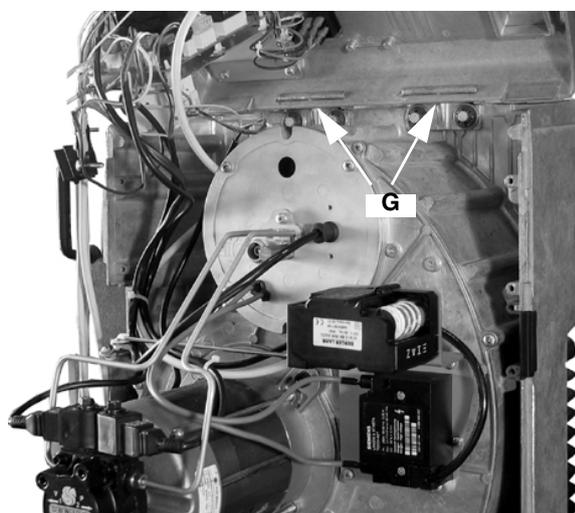

Fig. 39
- 4 Agganciare il pannello al corpo del bruciatore tramite gli appositi sostegni G, come mostrato in Fig. 39.